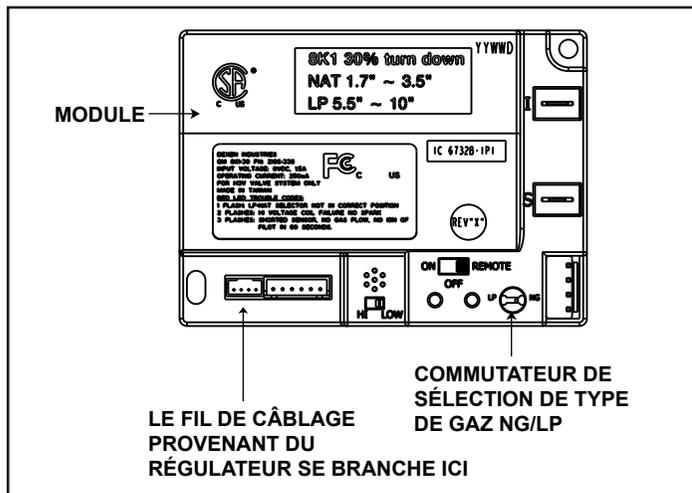

Figure 3.4 Module de commande
- Localisez le module du commutateur de sélection. (Voir la figure 3.4.)
- Attendez cinq (5) minutes pour dissiper les gaz.